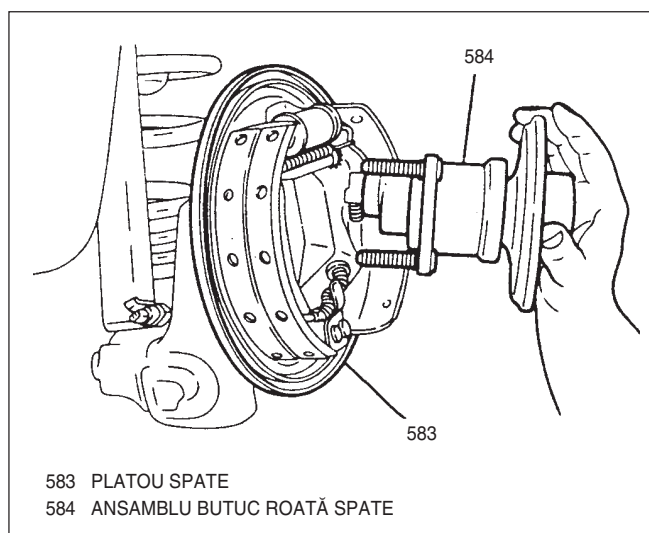

Fig. 29 Demontarea butucului roții spate
5. Cele patru piulițe de prindere și ansamblul butuc de la platoul spate (Fig. 29).